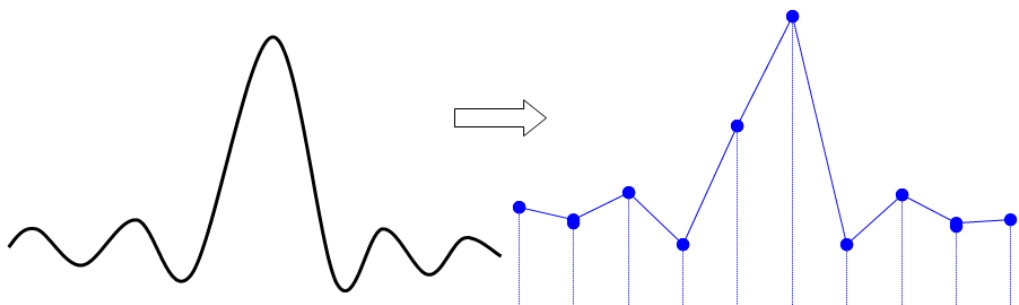

Abbildung 10-1
(2) Effekt einer niedrigen Abtastrate
- Verzerrung der Wellenform: Aufgrund der niedrigen Abtastrate fehlen möglicherweise die Details der Wellenform. Die abgetastete Wellenform kann stark vom tatsächlichen Signal abweichen, wie in Abbildung 10-1 dargestellt.